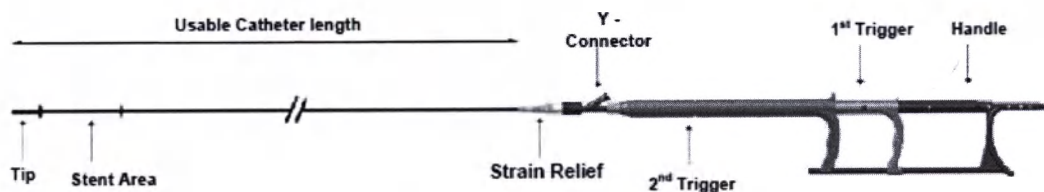

Рисунок 1 - Стент
- Стентовая система, показанная на Рисунок 1, состоит из внутренней трубчатой конструкции, содержащей проволоочный проводник, защитной оболочки для доставки стента и защитной оболочки, обеспечивающей стабильность системы, соединенных друг с другом рукояткой. Проводниковая полость плавно переходит в дистальный конец катетера атравматического устройства доставки и начинается в разъеме типа Люэр, предназначенного для вставки совместимого проводника.